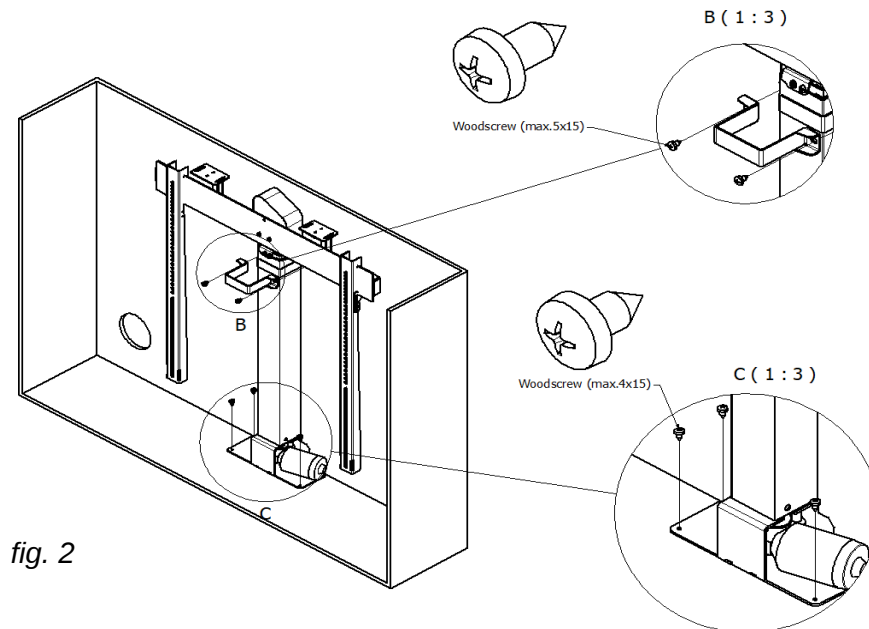

fig. 2
2. Plaats de lift in het voorbereide meubel en bevestig deze met schroeven tegen de bodemplaat en met behulp van de bevestigingsbeugel en houtschroeven tegen de achterwand van het meubel (zie fig. 2)